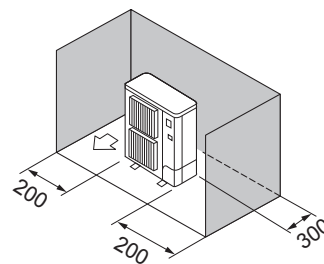

Fig. 2-5
- ③ Obstacles uniquement à l'arrière et sur les côtés (Fig. 2-5)